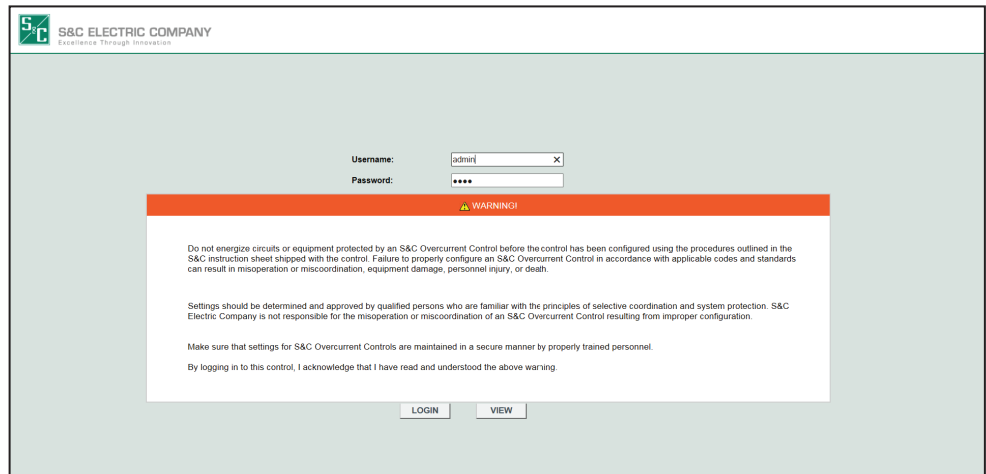

Figura 6. Ingresar el nombre de usuario y la contraseña predeterminadas del administrador.
PASO 1. En la pantalla de inicio de sesión, ingrese el nombre de usuario y la contraseña predeterminados del administrador. Vea la Figura 6.